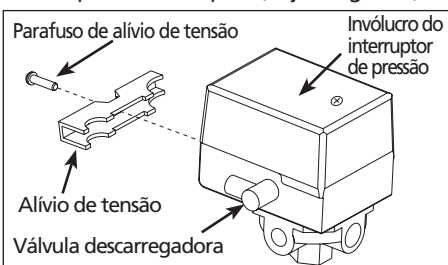

Figura 1
3. Remova o parafuso de alívio de tensão e alívio de tensão para separar totalmente o conjunto dos fios de ligação do corpo do interruptor (Veja a Figura 1).